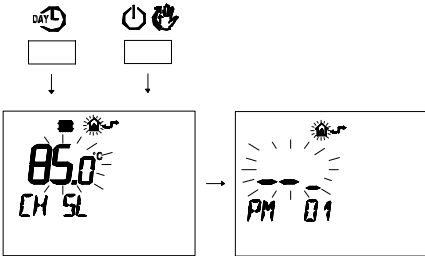

Figura 9.13
- Premere contemporaneamente i pulsanti **DAY** e **ON** per entrare nella programmazione trasparente (Figura 9.13).